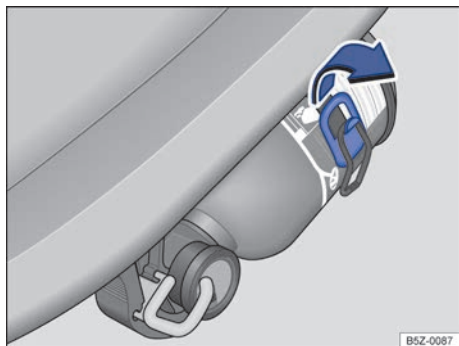

Fig. 146 En el asiento del acompañante delantero: extintor.
- Soltar la abrazadera de fijación, tirando hacia arriba → fig. 146 en el sentido de la flecha.